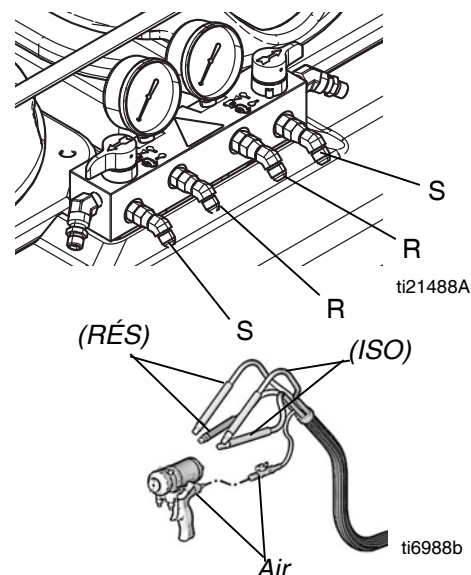

FIG. 5 Raccordement des flexibles de recirculation
1. Raccordez les flexibles d'alimentation en fluide sur les raccords de tuyau de sortie (R, FIG. 5). Flexibles rouges pour ISO, bleus pour RES. Les raccords sont de tailles différentes pour éviter toute erreur de raccord. Raccordez l'autre extrémité des flexibles sur les entrées ISO et RES du pistolet.